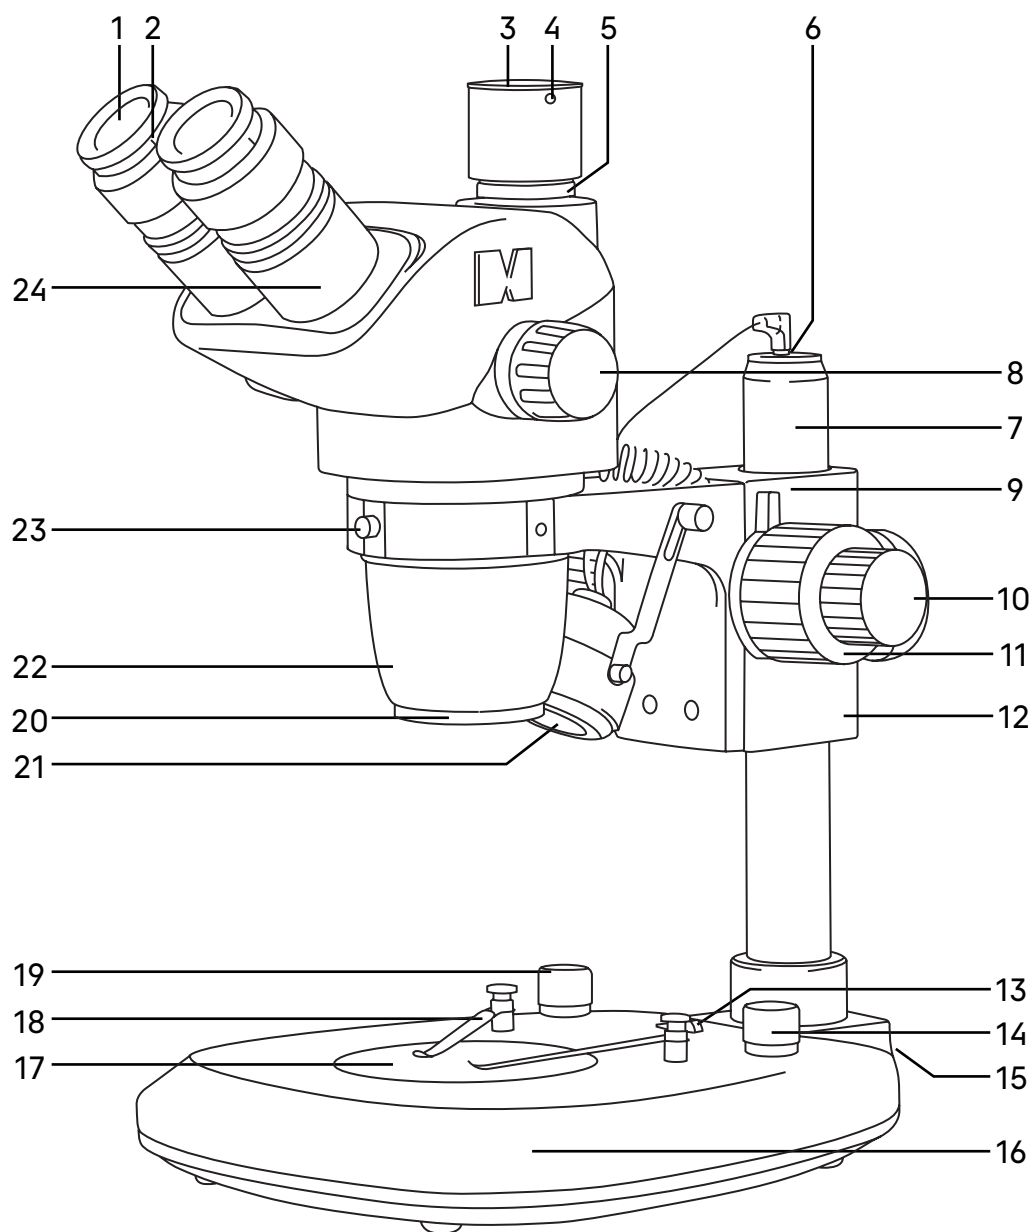
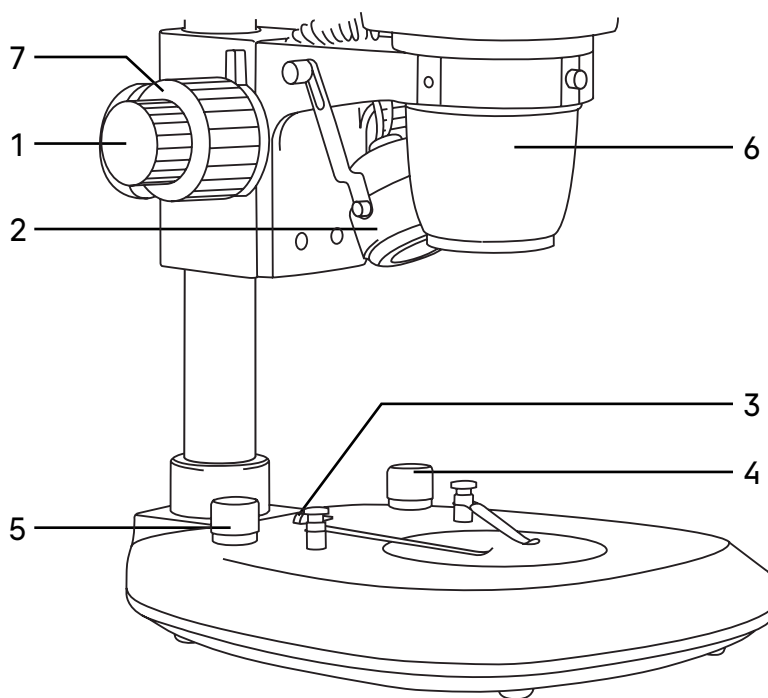

Рис. 1. Микроскоп MAGUS Stereo 8T
Рис. 2. Включение освещения
Общий вид микроскопа представлен на рис. 1.
Штатив микроскопа **7** (рис.1) закреплен на основании **16** (рис. 1). Штатив несъемный.
В штативе располагается механизм фокусировки **12** (рис. 1), на который крепится кронштейн **9** (рис. 1) для установки оптической головы. Наверху штатива расположено гнездо для подключения шнура осветителя отраженного света **6** (рис. 1)
В основании **16** (рис. 1) расположен блок питания и источник проходящего света – светодиод. Пластина **17** (рис. 1) обеспечивает рассеивание света и равномерное освещение всей плоскости исследуемого объекта. Выключатель **13** (рис. 1) служит для включения и выключения источника света.
Регулировка яркости осветителя отраженного света осуществляется ручкой **19** (рис. 1), а проходящего света – ручкой **14** (рис. 1).
Основание также выполняет функцию предметного столика. Объект исследования располагают на пластине **17** (рис. 1). Пластина устанавливается в гнездо основания. Диаметр пластины – 95 мм.
При необходимости объект можно закрепить на пластине двумя прижимами **18** (рис. 1).
Фокусировочный механизм **12** (рис. 1) перемещается на штативе **7** (рис. 1) или на установочном пальце **2** (рис. 2) универсального штатива, обеспечивая фокусировку на объект в соответствии с высотой объекта и рабочим расстоянием объектива.
Кронштейн **9** (рис. 1) закреплен на фокусировочном механизме. Вертикальное эффективное перемещение составляет 45 мм.
Сверху на кронштейн устанавливается оптическая голова и закрепляется в кронштейне винтом **23** (рис. 1). Оптическую голову можно повернуть внутри кольца кронштейна и зафиксировать в любом удобном положении.
В окулярные тубусы визуальной насадки **24** (рис. 1) устанавливаются окуляры **1** (рис. 1). Тубусы разводятся в соответствии с глазной базой наблюдателя в пределах от 54 до 75 мм.
В вертикальный тубус **5** (рис. 1) корпуса визуальной насадки (канал визуализации) для фиксации камеры (видеоокуляра) устанавливается адаптер C-mount 1x. Камера служит для вывода изображения на экран компьютера или монитор/телевизор.
Трансфокаторный объектив **22** (рис. 1) имеет увеличение от 0,65 до 5,5 крат и позволяет в процессе наблюдения плавно изменять увеличение в 8,4 раза без потери качества и с сохранением большого рабочего расстояния – 105 мм.
Увеличение микроскопа изменяется при помощи вращения рукоятки **8** (рис. 1).
Окуляры увеличением 10x имеют линейное поле зрения 22 мм (WF 10x/22). Каждый окуляр имеет диоптрийную подвижку **2** (рис. 1). Окулярные тубусы имеют надежную конструкцию крепления окуляров, которая исключает возможность случайного выпадения окуляров при перемещении микроскопа. Окуляры закрепляются в тубусах винтами.
Осветитель косо́го освещения **21** (рис. 1) зафиксирован в кронштейне. Штекер осветителя устанавливается в гнездо штатива **6** (рис. 1).
- Установите пластину **17** (рис. 1). При работе с прозрачными объектами выбирайте стеклянную пластину. При работе с непрозрачными объектами выбирайте черно-белую пластину. Для повышения контраста темные объекты исследуются на белой стороне пластины, светлые – на черной стороне.
- Установите прижимы **18** (рис. 1).
- Установите оптическую голову в кольцо кронштейна **9** (рис. 1). Закрепите оптическую голову винтом **23** (рис. 1). Не следует затягивать винт слишком сильно.
- Закрепите кронштейн **9** (рис. 1) вместе с механизмом фокусировки **12** (рис. 1) на штативе **7** на необходимой высоте с помощью винта фиксации, расположенного на задней части микроскопа.
- Ручки регулировки освещенности объекта **14** и **19** (рис. 1) установите в минимальное положение.
Переведите выключатель электропитания **3** (рис. 2) в положение «—» (включено). Осветители проходящего и отраженного света подключены.
Для работы в отраженном свете используется осветитель **2** (рис. 2), его яркость света регулируется вращением ручки **5** (рис. 2). Для работы в проходящем свете регулировка яркости осуществляется ручкой **4** (рис. 2).
Перед отключением микроскопа от сети поверните ручки **4** и **5** (рис. 2) в минимальное положение.
При необходимости исследования объекта в бестеневом освещении используйте кольцевой осветитель. Кольцевой осветитель устанавливается на объектив **6** (рис. 2).
Установите минимальное увеличение объектива 0,65x вращением рукоятки смены увеличения 8 (рис. 1). Рукоятки находятся с двух сторон оптической головы.
Вращением рукояток 1 (рис. 2) переместите механизм фокусировки так, чтобы расстояние между объектом и объективом микроскопа приблизительно соответствовало рабочему расстоянию объектива согласно техническим данным, приведенным в табл. 2.
При работе на большом увеличении для точной настройки используйте рукоятку тонкой фокусировки 7 (рис. 2).
При правильно отрегулированной жесткости корпус оптической головы не опускается под собственным весом. Если есть необходимость отрегулировать жесткость хода грубой фокусировки, удерживайте одной рукой левую рукоятку фокусировки 1 (рис. 2), а другой рукой выполните регулировку с помощью правой рукоятки грубой фокусировки. Поворот против часовой стрелки уменьшает жесткость, поворот по часовой стрелке – увеличивает. Слишком высокое натяжение может повлиять на комфорт работы.
Для компенсации аметропии глаз наблюдателя используйте диоптрийную подвижку окуляров. Изначально следует выставить диоптрийную подвижку на обоих окулярах на ноль, для этого вращением кольца 2 (рис. 1) совместите «0» на шкале с меткой «>» на корпусе окуляра.